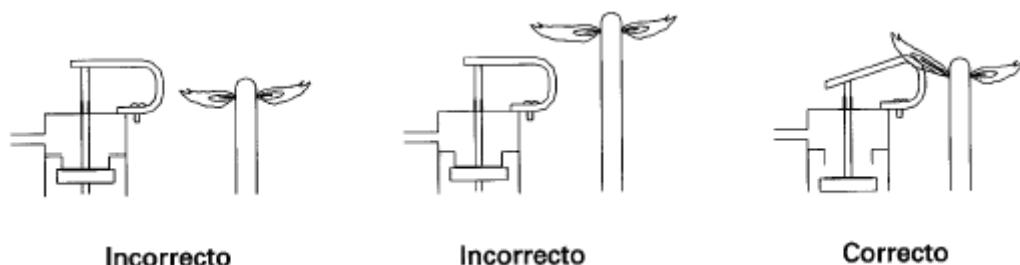

Figura 2..-Posición quemador piloto respecto lámina bimetálica
- a) Centrar la llama del quemador piloto con respecto a la lámina bimetálica, para que incida sobre la parte curva de ésta (figura 2).